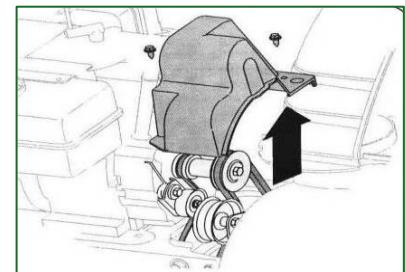

Abbildung 19
- Die Schnecke ist mit zwei Scherstiften und Splinten an der Spiralwelle befestigt. Sollte die Schnecke auf einen Fremdkörper oder einen Eisstau treffen, ist die Schneefräse so konstruiert, dass die Stifte abreißen können. Siehe Abbildung 19.